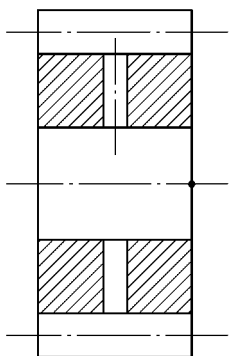
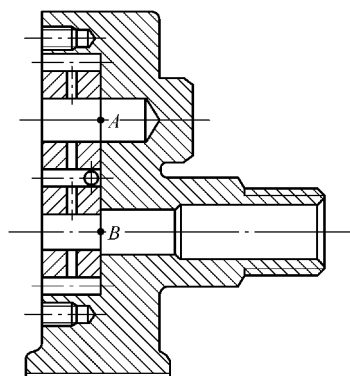

图 12-2 创建块“cl”(齿轮)
图 12-3 插入齿轮
2) 创建块“cl”(齿轮),以左端面中点为基点,如图 12-2 所示。插入块“cl”至泵体主视图中,插入点为 A、B 两点,如图 12-3 所示。